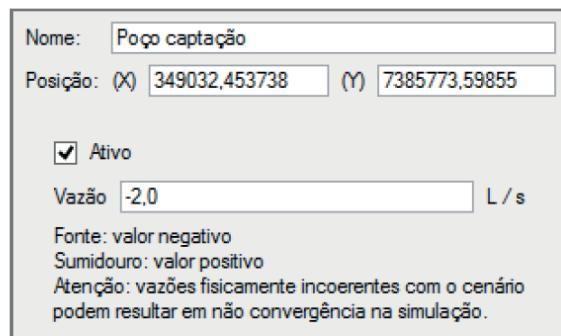

Figura 2.83 Consideração de Fontes ou Sumidouros de Água.
- Caixa de Seleção “Ativo”:** quando esta caixa estiver checada (Figura 2.83), este elemento será considerado na simulação do mapa potenciométrico. Quando não selecionada, estará inativo e não será considerado na simulação do fluxo subterrâneo.